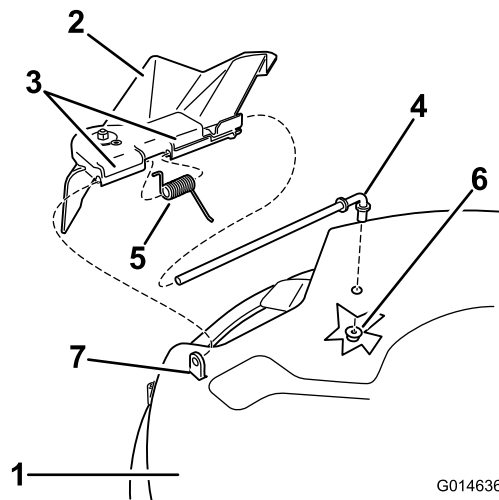
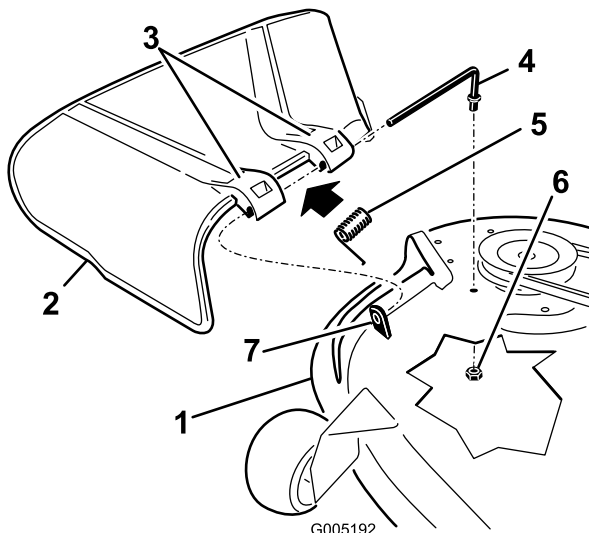

Figura 65
Figura 66
1. Remova a porca (3/8") da barra debaixo do cortador (Figura 65 e Figura 66).
2. Faça deslizar a barra para fora da parte saliente curta, da mola e do defletor de relva (Figura 65 e Figura 66).
4. Substitua o defletor de relva (Figura 65 e Figura 66).
7. Faça a barra deslizar pelo segundo suporte do defletor de relva (Figura 65 e Figura 66).
9. Fixe a extremidade traseira da barra ao cortador com uma porca (3/8 pol.), como se mostra na Figura 65 e Figura 66.